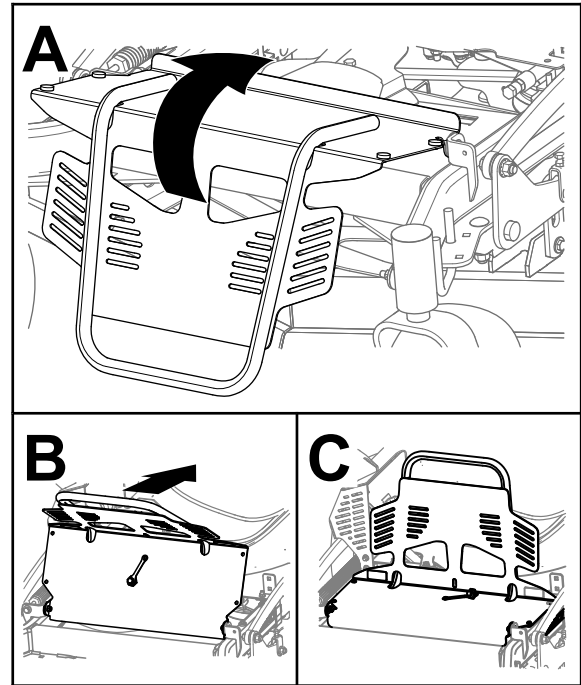

**Bild 32**
- Schraube— 5/16" x 1" (2)
- Entfernen Sie die Sechskantmutter (5/16"), mit der die Schutzverlängerung an den Schlossschrauben befestigt ist (Bild 32). Entfernen Sie die Schutzverlängerung.
- Montieren Sie die hintere Schutzverlängerung, wie in Bild 32 dargestellt. Ziehen Sie die Mutter auf ein Drehmoment von 20-24 Nm an.